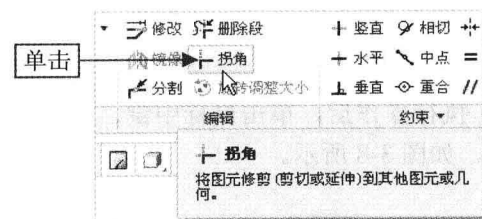

图 3-10 单击“拐角”按钮
Step 02 在“功能区”选项板的“草绘”选项卡中，单击“编辑”面板中的“拐角”按钮，如图 3-10 所示。